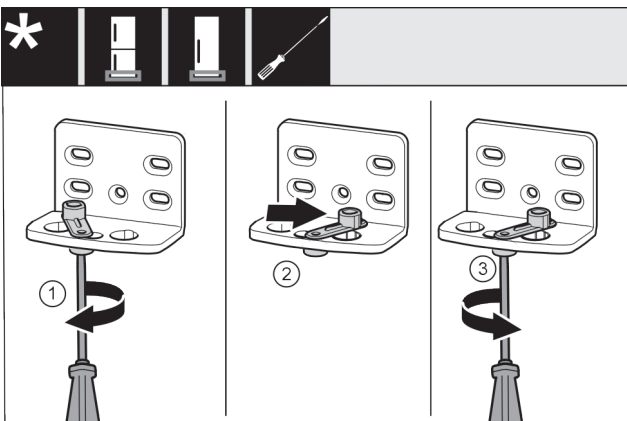

Fig. 14
- Skru skruen Fig. 14 (1) løs med en skruetrækker.
- Løft dørlukningshjælpe midlet Fig. 14 (2), og drej den 90° til højre ind i hullet.
- Skru skruen Fig. 14 (3) fast med en skruetrækker.